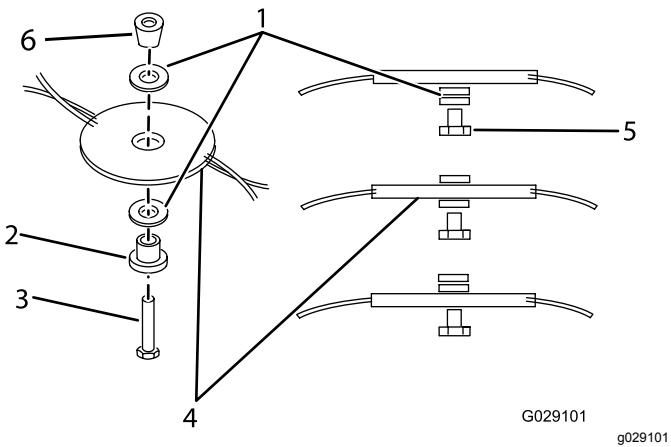

Figure 23
3. Retirez le disque de coupe en tournant le boulon de retenue dans le sens antihoraire (Figure 23), et mettez toutes les fixations de côté.
- 5. Posez le disque de coupe en tournant le boulon dans le sens horaire (Figure 23), et reposez toutes les fixations.